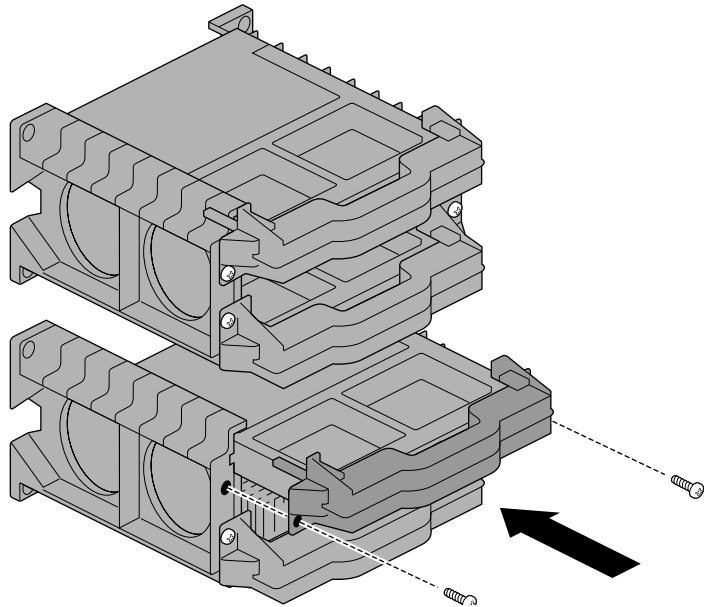

Abbildung 6-10 Einsetzen der Terminator-Karte
8. Wenn Sie keinen Prozessor mehr installieren möchten, setzen Sie eine Terminator-Karte in den Prozessorsteckplatz ein, wie in Abbildung 6-10 ersichtlich.